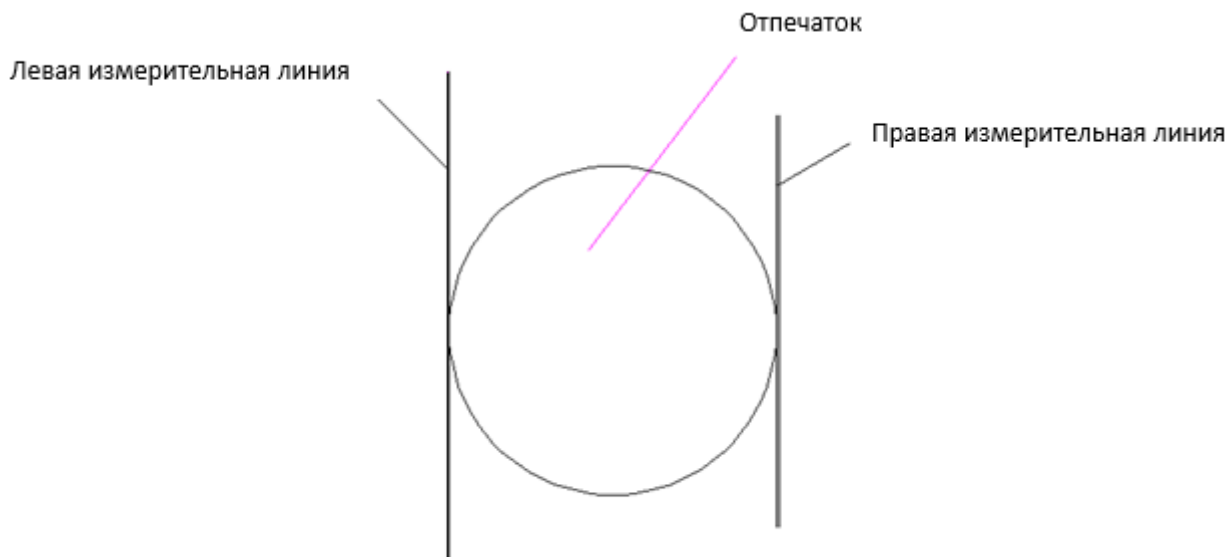

Рисунок 2.3 – Правильное установка измерительных линий
- Опустите испытательный столик (5) так, чтобы испытуемый образец оказался примерно на 2 мм ниже индентора, поверните объектив (14) в переднее положение, рассмотрите отпечаток в микроскоп (9), если требуется, отрегулируйте чёткость изображения отпечатка перемещением испытательного столика (5) вверх или вниз. Если изображение двух делений шкалы будет нечётким, отрегулируйте окуляр (10).
- Вращайте правое регулировочное колесо (17), чтобы переместить деления шкалы микроскопа друг к другу до соприкосновения. Когда линии соприкоснутся своими внутренними сторонами (проследите, чтобы они не налезали друг на друга), нажмите “CLR-D“ (установить d1 на ноль), при этом значение d1 на главном экране станет равно нулю. Теперь можно измерить диаметр отпечатка.
- Вращением правого регулировочного колеса (17) разведите линии друг от друга, вращением левого регулировочного колеса (15) передвигайте левую линию, пока она не коснется своей внутренней стороной левого края отпечатка, а затем переместите правую линию так, чтобы она коснулась своей внутренней стороной правого края отпечатка (Рис.2.3); нажмите кнопку запуска измерения (18), расположенную на микроскопе. Измерение диаметра длины отпечатка d1 закончен когда на дисплее отобразится его значение.
- Поверните микроскоп (9) на 90° указанным ранее образом, чтобы произвести измерение диаметра отпечатка d_2 , нажмите кнопку запуска измерения. На дисплее прибора должно отобразиться измеренное значение твёрдости образца. При необходимости, повторите измерение снова в соответствии с методом, описанным выше.